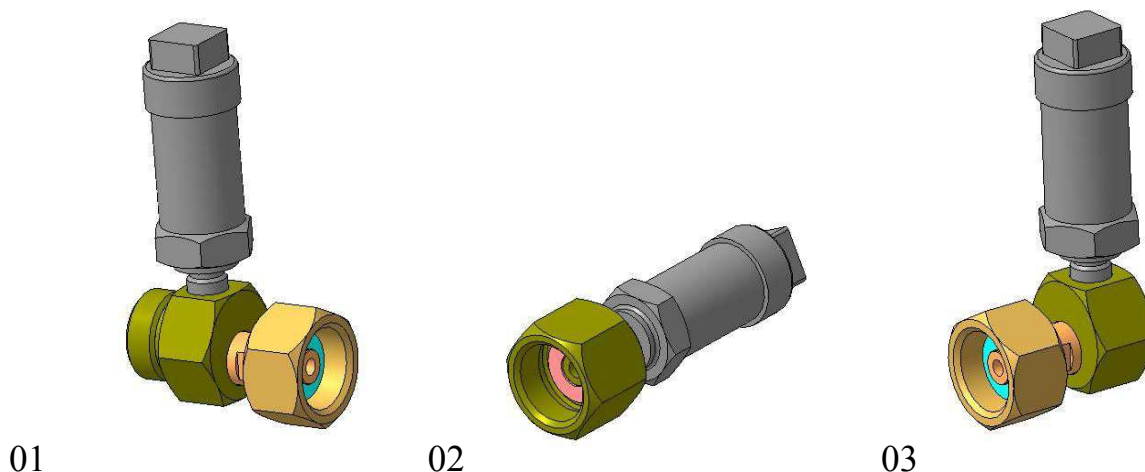

Рис.2 Варианты исполнения переходников
3.2 Переходники к датчикам поставляются в варианте (см.рис.2):